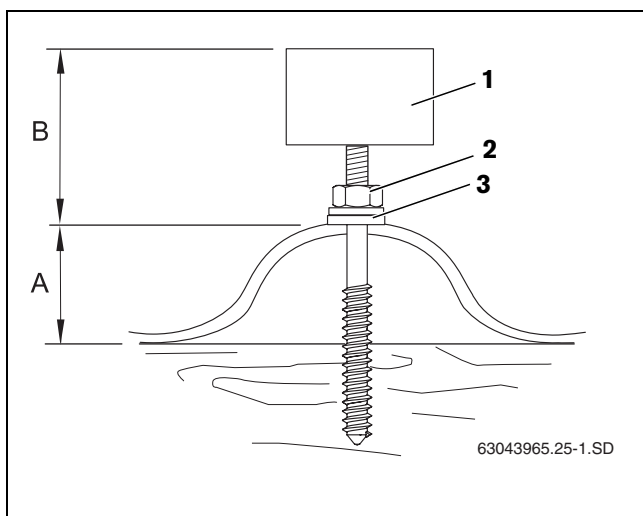

Fig. 23 Sequenza di montaggio delle viti prigioniere
Durante l'avvitamento delle viti filettate fare attenzione che la distanza B (tab. 7 e fig. 23) sia uguale per tutte le viti filettate.
► Serrare il dado (fig. 23, [2]) finché la rondella di tenuta (fig. 23, [3]) non poggi completamente sul tetto.